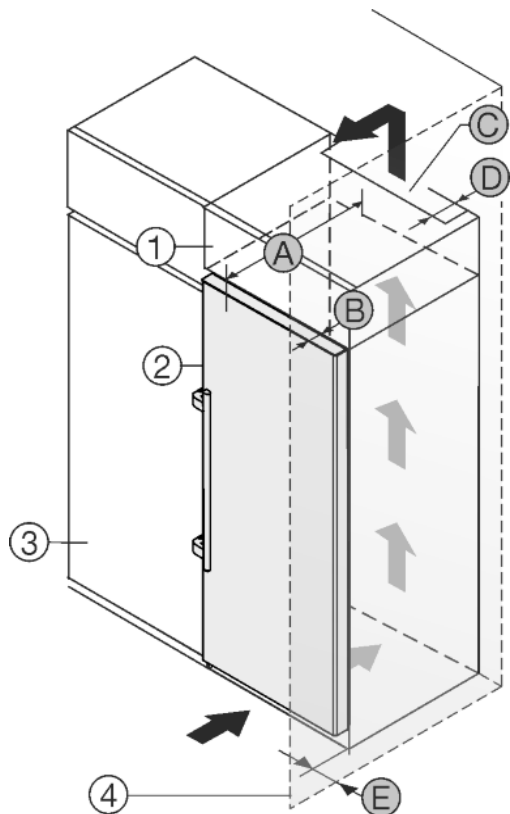

Fig. 23
Spotřebič lze zabudovat do kuchyňských skříní. K vyrovnání spotřebiče Fig. 23 (2) na výšku kuchyňské linky lze na přístroj nasadit nástavec Fig. 23 (1).
Spotřebič lze instalovat přímo vedle kuchyňské skřínky Fig. 23 (3). Aby bylo možné dvířka plně otevřít, musí spotřebič přesahovat o hloubku Fig. 23 (B) vůči přední linii kuchyňské skřínky. V závislosti na hloubce kuchyňských linek a použití vymeřovačů odstupů od stěny může spotřebič vyčnívat dále.
- Na zadní straně skřínky nástavce musí být větrací šachta hluboká alespoň hloubku Fig. 23 (D) mm přes celou šířku nástavce skřínky.
- Pod stropem místnosti musí být dodržen ventilační průřez Fig. 23 (C).
Pokud je spotřebič se závěsy instalován vedle stěny Fig. 23 (4), musí být dodržena vzdálenost Fig. 23 (E) mezi spotřebičem a stěnou. To odpovídá přesahu madla při otevřených dveřích.